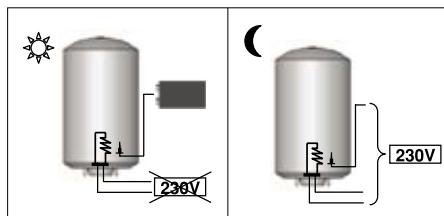

Рис. 12. Модель PROfessional TECH: источник питания ночного времени + аккумуляторные батареи
① Источник питания в ночное время + аккумуляторные батареи
- Нагревательный элемент: источник питания в ночное время (при особом или двойном тарифе на электроэнергию) (рис. 12).